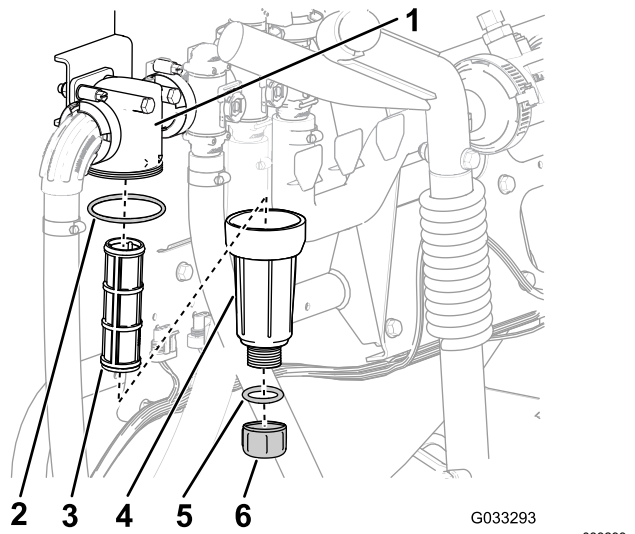

Figura 60
- Coloque un recipiente de drenaje debajo del filtro de presión (Figura 60).
3. Gire el tapón de vaciado en sentido antihorario y retírelo de la cubeta del filtro de presión (Figura 60).
4. Enrosque la cubeta en sentido antihorario y retírela de la cabeza del filtro (Figura 60).
5. Retire el elemento usado del filtro de presión (Figura 60).
6. Inspeccione la junta tórica del tapón de vaciado (situada dentro de la cubeta) y la junta tórica de la cubeta (situada dentro de la cabeza del filtro) en busca de daños o desgaste (Figura 60).
7. Instale el elemento nuevo del filtro de presión en la cabeza del filtro (Figura 60).
8. Instale la cubeta en la cabeza del filtro, y apriétela a mano (Figura 60).
9. Instale el tapón en la cubeta, y apriételo a mano (Figura 60).